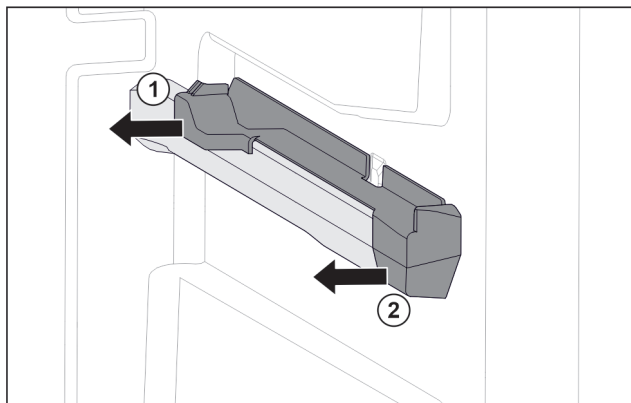

Fig. 118 Piesă de fixare pe nervura din dreapta a recipientului
- ▶ Scoateți piesa de fixare din spate în lateral. Fig. 118 (1)
- ▶ Scoateți piesa de fixare din față în lateral. Fig. 118 (2)